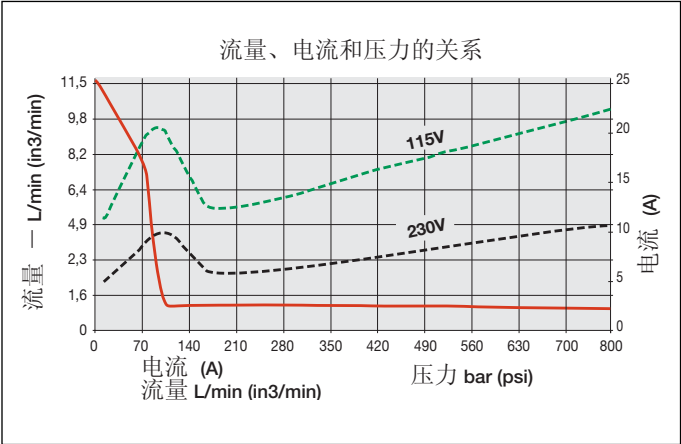

图 1 - 流量图
3.2 流量图（见图 1）
1. 由客户提供断线和线路保护。线路保护应为在最高使用压力下电机满负荷电流的 115%（见图 1）。
1.27*	11.2 (700)	8.56 (535)	1.216 (76)	0.96 (60)	115-1-50/60 230-1-50/60	85-90	1,400-10,000 for “Q” version 1,400-11,600 for “E” version
*Actual power consumption depends on the application. See Figure 1.